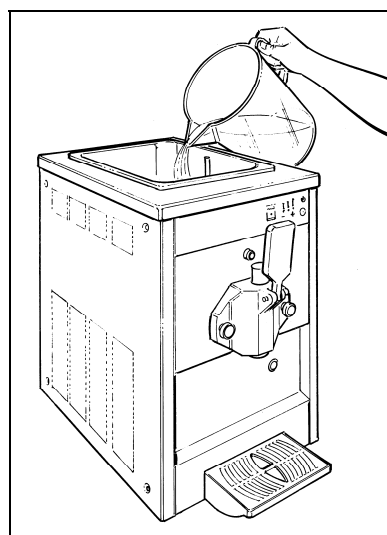

Fig. 6
- Versare il prodotto nella vasca superiore (fig.6) ed attendere che defluisca all'interno del cilindro di congelamento considerando che la capienza del cilindro è di circa 8 litri (2.1 galloni) mentre quella della vasca superiore è di circa 10 litri (2,6 galloni) per la MP ed MP2, circa 20 (5,3 galloni) per la MP1HC.